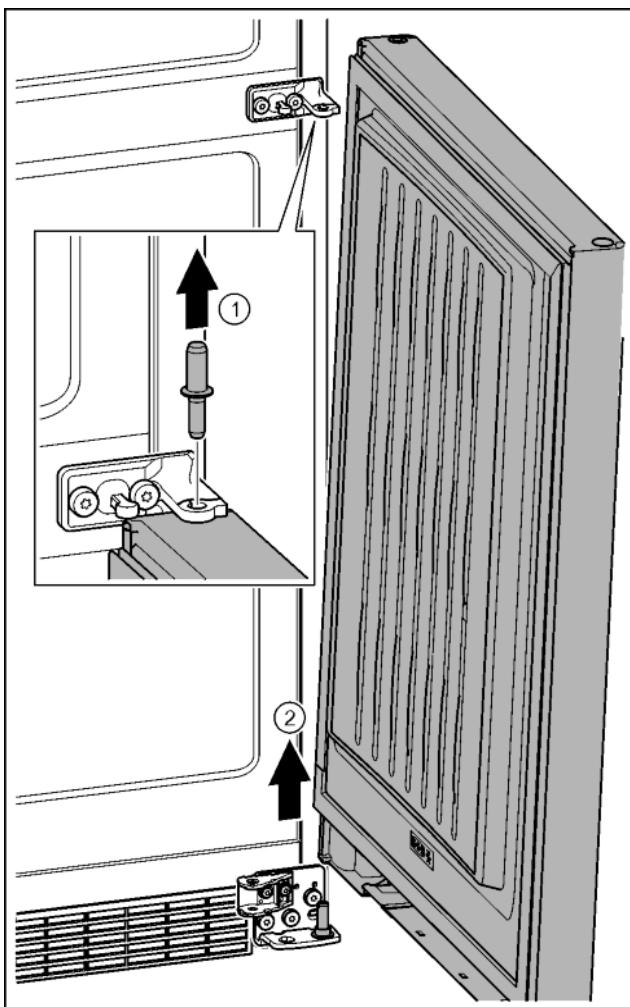

Fig. 27
- ▶ Izvucite svornjake prema gore. Fig. 27 (1)
- ▶ Podignite vrata, povucite ih prema gore i stavite ih na stranu. Fig. 27 (2)